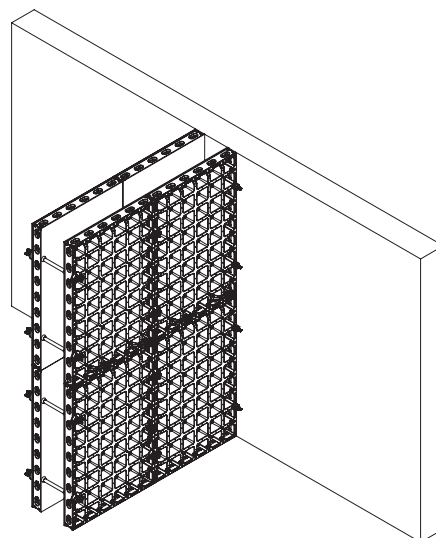

Fig. B6.05a
Utiliser un écrou à 3 oreilles (53) pour éviter des chevauchements entre l'écrou et le voile. (Fig. B6.05a)